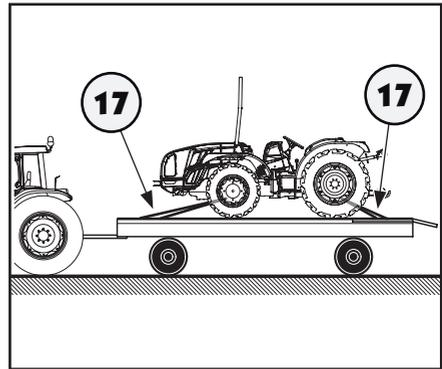

Abb. 5.93
Wenn der Traktor auf ein geeignetes Transportmittel verladen wurde, muss er mit Befestigungsgurten oder geeigneten Ketten (17) abgesichert werden. Die Achsen stellen geeignete Punkte zur Anbringung von Gurten oder Ketten dar (Abb. 5.93).